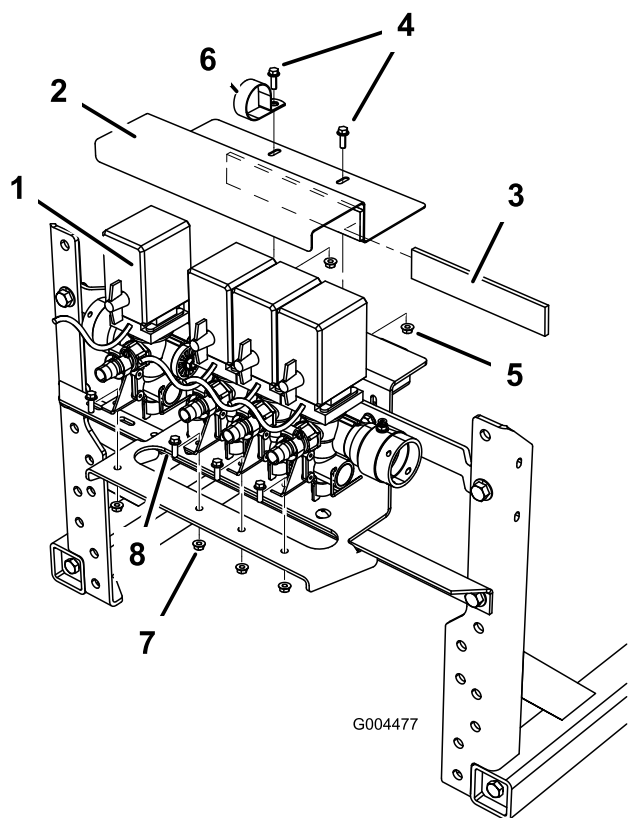

Figura 11
- Prenda o conjunto da válvula ao suporte de apoio da válvula utilizando os dispositivos de fixação que removeu anteriormente (Figura 11).
6. Instale a tira de esponja no suporte da válvula superior (Figura 11).